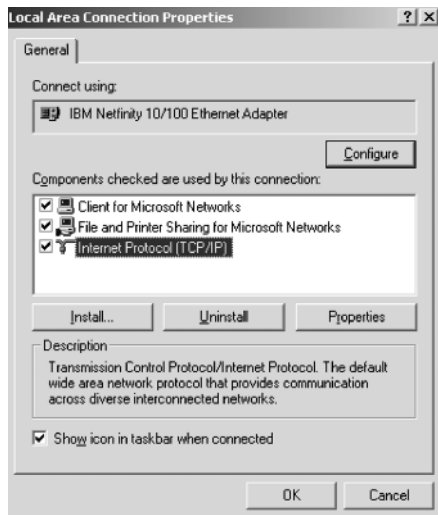

Рис. 12. Окно свойств сетевого подключения
5. Выберите *Internet Protocol* («протокол интернета») и щелкните по кнопке *Properties* (см. рис. 12).